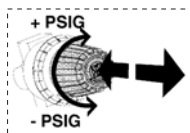
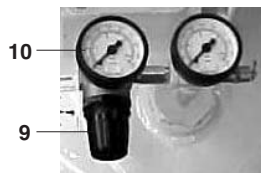

FIGURA 11
FIGURA 12
11. El registro regulador de presión **9** debe ser utilizado de la siguiente forma (Figura 11): Pujándose e girándose la manopla en el sentido horario, aumentase la presión de servicio. Para disminuir esta presión, se gira la manopla en el sentido antihorario. El manómetro **10** indicará la presión de servicio deseada (Figura 12).